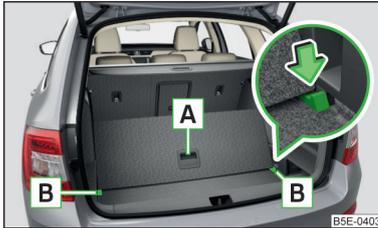

Abb. 116
- Den hinteren Teil des variablen Ladebodens am Griff **A** » Abb. 116 anheben.